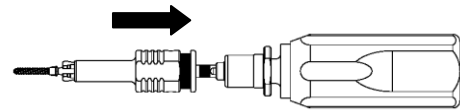

図 1
2.7 ロックングスクリューホルダーを組み付け、スクリューホルダーを手前に引き、パワーピンドライバーの先端に 2.7 ロックングスクリューをセットします。（図 1）